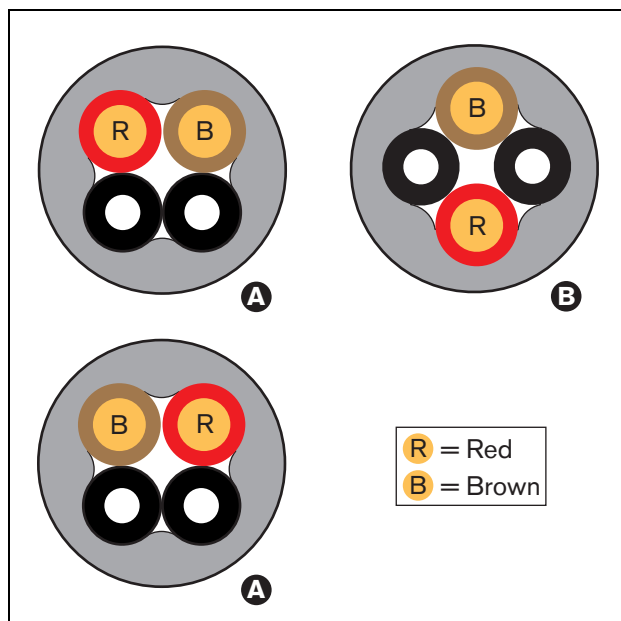

figure 30.5: Types de câbles
- Les câbles de type A dans lesquels les fibres optiques plastiques se trouvent l'une à côté de l'autre (voir figure 30.5, illustrant les deux extrémités de câble).
- Les câbles de type B dans lesquels les fibres optiques plastiques se trouvent à l'opposé l'une de l'autre (voir figure 30.5, illustrant les deux extrémités de câble identiques).